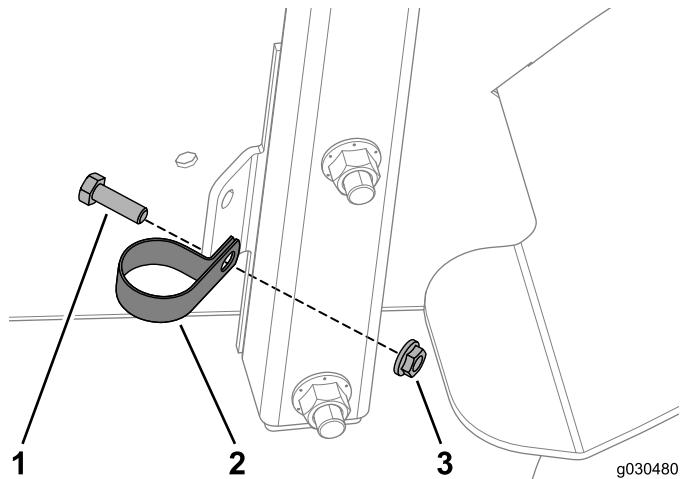

Figura 49
- Fixe um grampo em R ao suporte do acessório utilizando o parafuso (5/16 x 3/4 pol.) e a porca flangeada no lado direito da máquina (Figura 49).